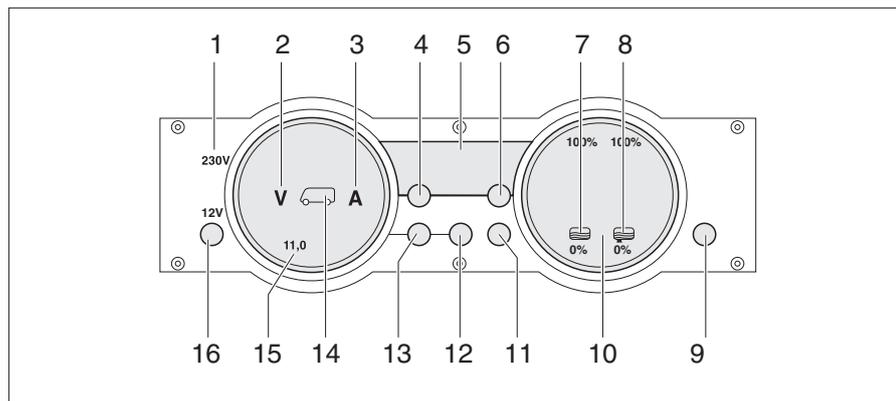

Fig. 226 Panneau de contrôle MP 20-S
Le voyant de contrôle 230 V (Fig. 226,1) s'allume si l'arrivée du bloc électrique est sous tension de réseau.
L'interrupteur principal 12 V (Fig. 226,16) établit ou coupe le panneau de contrôle et l'alimentation 12 V de la cellule.
- Appuyer brièvement sur la touche "12 V" (Fig. 226,16). L'alimentation 12 V de la cellule est enclenchée. L'indicateur de contrôle "12 V" s'allume.
- ▷ La tension de la batterie de cellule est trop faible quand les DEL "11,0" de l'affichage en Volt et le symbole Volt "V" (Fig. 226,2) clignotent dans l'indicateur des batteries (Fig. 226,15) après la mise sous tension. Charger la batterie.
- ▷ La coupure de batterie est active quand l'indicateur de contrôle "12 V", le symbole de la batterie de cellule (Fig. 226,14) et le symbole Volt "V" (Fig. 226,2) clignotent trois fois après la mise sous tension. Désactiver la coupure de batterie.
- Appuyer brièvement sur la touche "12 V" (Fig. 226,16). L'alimentation 12 V de la cellule est coupée. L'indicateur de contrôle "12 V" s'éteint.
- Appuyer sur la touche batterie de cellule (Fig. 226,12) et la maintenir enfoncée pendant 10 secondes environ. Les symboles Volt "V" (Fig. 226,2) et Ampères "A" (Fig. 226,3) clignotent trois fois. La batterie de cellule est coupée du réseau de bord de 12 V.
- Appuyer sur la touche "12 V" (Fig. 226,16) et la maintenir enfoncée pendant 5 secondes environ. Le symbole Volt "V" (Fig. 226,2) clignote trois fois. La batterie de cellule est branché au réseau de bord 12 V. L'indicateur de contrôle s'allume au bout d'env. 2 secondes.
- Appuyer sur la touche de la batterie de cellule «  » (Fig. 226,12). Le symbole Volt "V" (Fig. 226,2) s'allume. Le symbole Ampères "A" est, suivant son niveau de charge, blanc ou rouge. La tension de la batterie et le courant de la batterie de cellule sont affichés au moyens de DEL à l'intérieur de l'indicateur.
- Appuyer sur la touche de la batterie de démarrage «  » (Fig. 226,13). Le symbole Volt "V" (Fig. 226,2) s'allume. Des DEL à l'intérieur de l'indicateur indiquent la tension de la batterie de démarrage.
- Appuyer sur la touche des réservoirs «  » (Fig. 226,11). Les symboles réservoir d'eau «  » (Fig. 226,7) et réservoir d'eaux usées «  » (Fig. 226,8) s'allument. Des DEL à l'intérieur de l'indicateur indiquent le niveau du réservoir d'eau (échelle de gauche) et celui du réservoir d'eaux usées (échelle de droite).
Le symboles Volt "V" (Fig. 226,2) et les DEL "11,0" clignotent dès que la tension de la batterie descend en dessous de 11 V (mesurée en marche) et qu'il y a risque de décharge profonde de la batterie.
Le symbole du réservoir d'eau  (Fig. 226,7) ou celui du réservoir d'eaux usées  (Fig. 226,8) clignote quand le réservoir d'eau est vide ou que le réservoir d'eaux usées est plein.
L'affichage numérique (Fig. 226,5) permet d'indiquer les températures intérieure et extérieure.